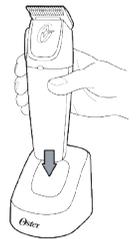

Figura 1
3. Assegure que o interruptor do aparelho está na posição "OFF" (0).
5. Insira o aparador no suporte para carregamento de modo a que o topo do aparelho esteja virado para si e que os pontos de contacto do aparador estejam alinhados com os pontos de contacto no suporte para carregamento. A parte superior do aparelho é o lado com o interruptor (Figura 1).